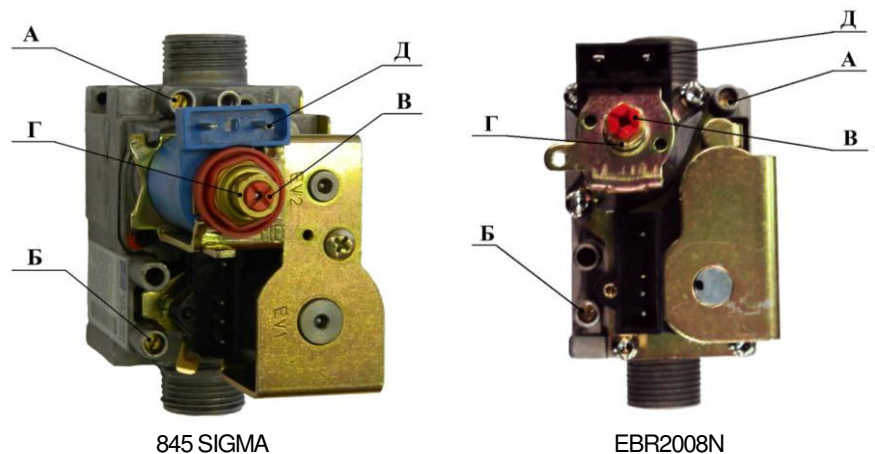

Рис. 13. Регулятор подачи газа
- 4) снять пластмассовый колпачок с регулировочных винтов В и Г (см. Рис. 13).